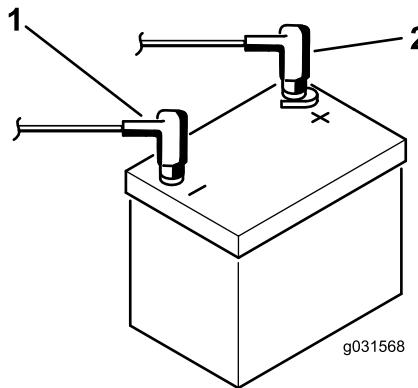

図 4
- 赤いケーブルをバッテリーの端子に、黒いケーブルはバッテリーの端子にはめ、ボルトとナットで固定する図 4。